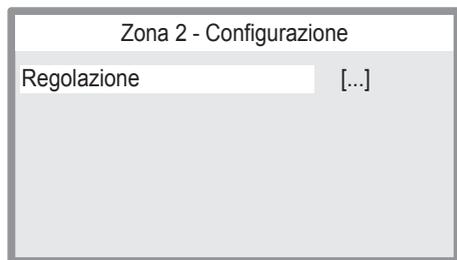

Figura 2.30
- Premere il tasto 15 (Figura 2.22) per accedere al menu selezionato (Figura 2.30).